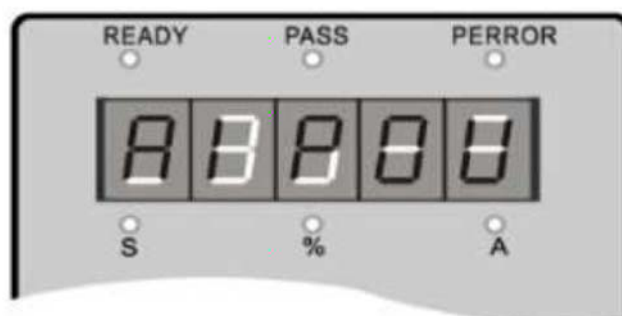

Рис. 3.1-1
3. После подачи питания на дисплее появится индикация **APPOU** или **PEPBY**, и загорится индикатор READY. См. Рис. 3.1-1